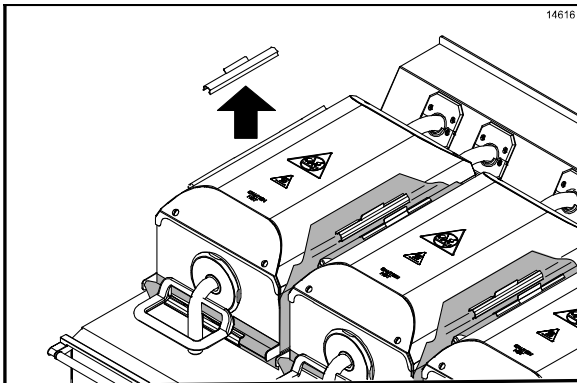

Figura 82
8. Retire os cliques de fixação, as barras e as folhas antiaderentes. Leve os cliques e as barras ao tanque triplo para a lavagem e enxágue. Se necessário, mergulhe-os em uma solução quente apropriada (**SolidSense APSC**) para remover o acúmulo de carbono. (Veja a Figura 82.)